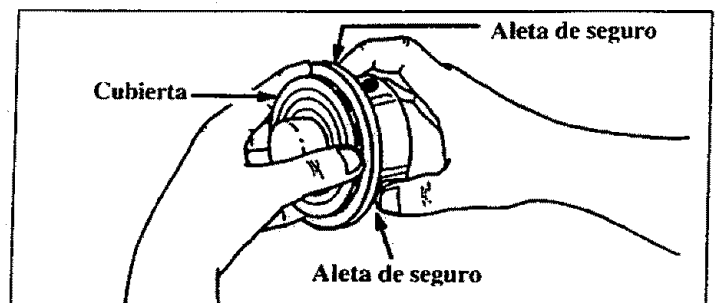

Figura 13
- a. Sujete el cabezal de corte como se muestra en la Figura 13. Presione las dos aletas de cierre y saque la cubierta. Figura 13.